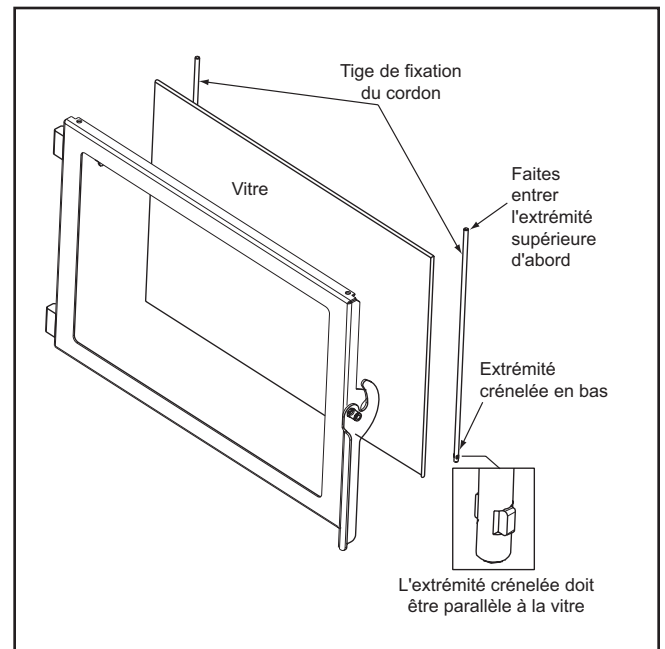

Figure 25.3
- Engagez d'abord la tringle de fixation dans le trou supérieur, puis alignez l'extrémité crénelée inférieure avec le trou dans la porte. L'extrémité crénelée doit être parallèle à la vitre afin de pouvoir être correctement insérée. **Figure 25.3.**